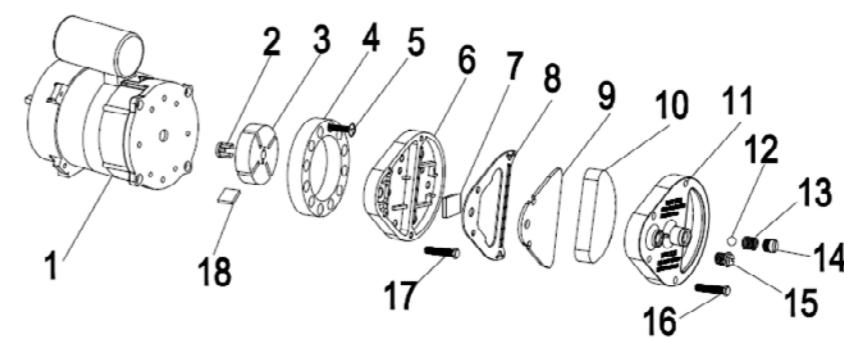

Fig.3
Reinig de luchtfilters Verwijder de afdekkap van het filter (11), was het luchtinlaatfilter (10) met een licht reinigingsmiddel en laat het grondig drogen voordat u dit terugplaast. Vervang het luchtuiltaatfilter (9) eenmaal per jaar (afb. 3)